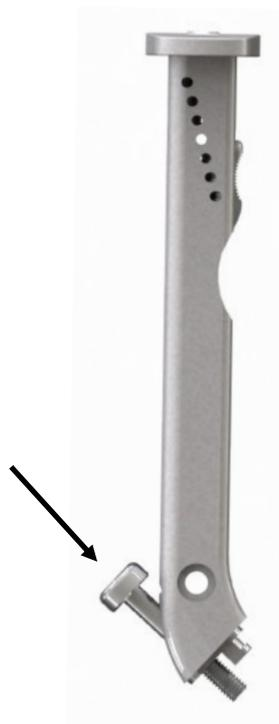

Fig. 4
4) Mettre en place la vis pour extraction. (Fig. 4)